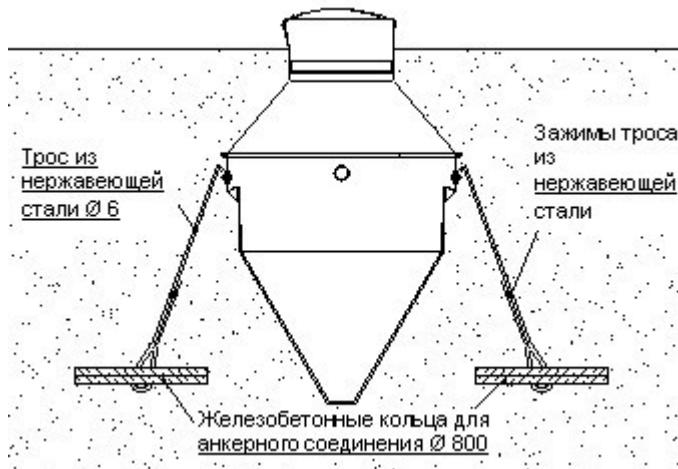

Рис. 7
15. При высоком уровне грунтовых вод установка должна быть прикреплена с помощью анкеров к железобетонному основанию. Возможны несколько способов крепления (см. Рис. 7 а и б). После того, как опущена анкерная плита, насыпать на её поверхность слой песка, толщиной около 10 - 20 см и утрамбовать его. После этого укрепить установку на анкерной плате.